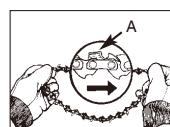

Fig. 4A
- Întindeți lanțul într-o buclă cu marginile tăietoare (A) orientate în sens ORAR în jurul buclei (Fig. 4A).